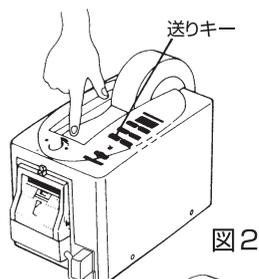

図2
4. 貼りつけたテープの上を指で軽く押さえながら送りキー↓を少しずつ、数回に分けて押しテープを送ります。(図2)